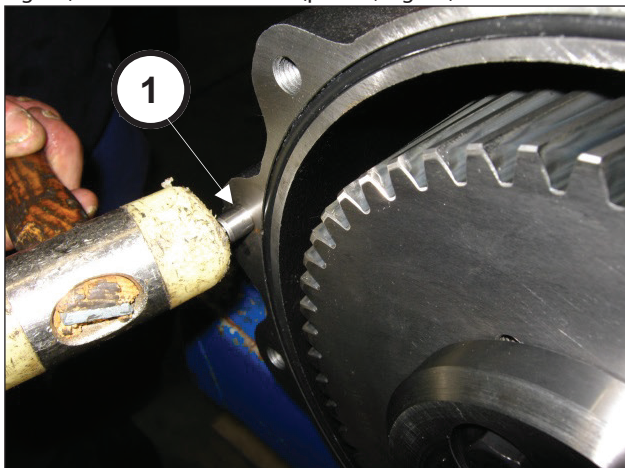
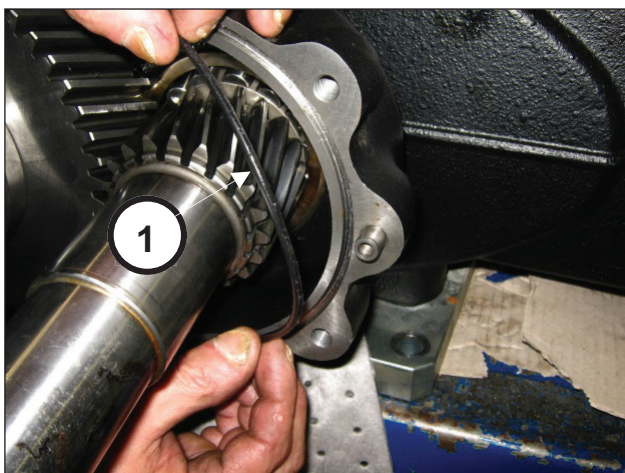

Fig. 83
Fig. 84
Coloque os 2 pinos de Ø10x24 na caixa do redutor (pos. ①, Fig. 83) e insira o anel circular (pos. ①, Fig. 84).